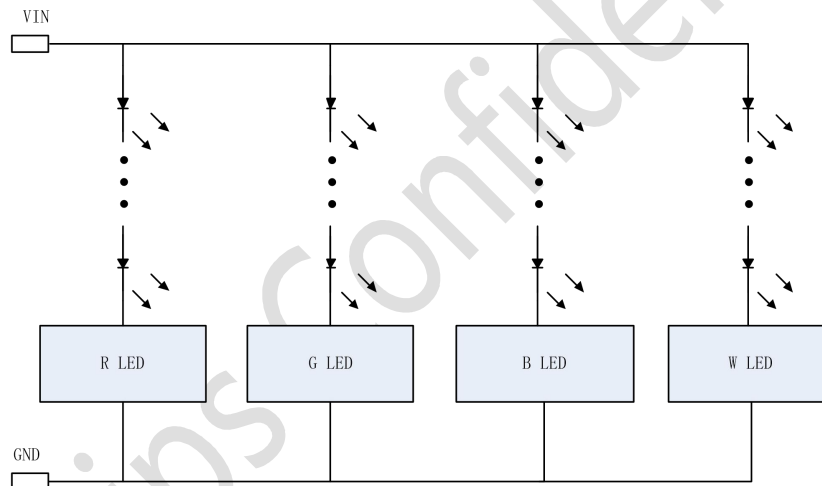

图 11.1 四路共阳连接电路示意图
5. 当 Hi7002 系统工作在 RGBW 并联工作时，多路系统与 LEDs 模组连接推荐共阳布线，示意图见图 11.1，四路 RGBW LEDs 系统布局布线见图 11.2；